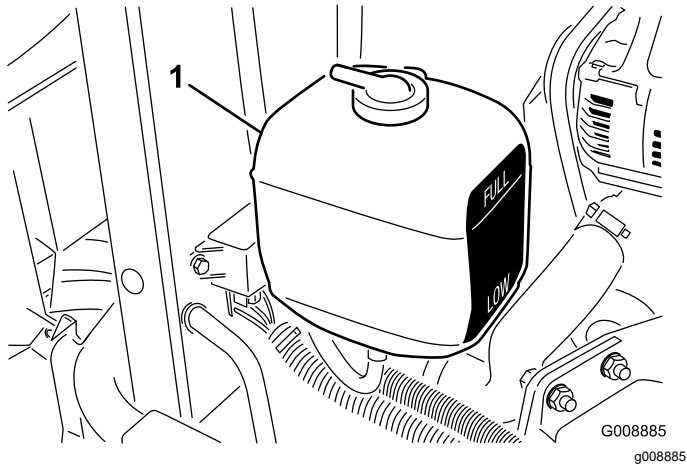

图 57
2. 检查膨胀水箱的冷却液液位 (图 57)。如果是已冷却的发动机冷却液液位大致应在油箱一侧的两个标记中间。